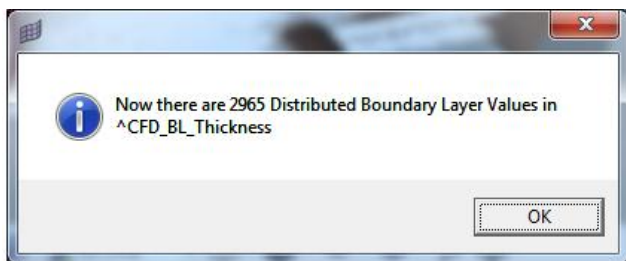

图 5-161 Generate Distributed BL Thickness Ratio
(16) 几秒钟后将有一个消息框弹出提示 ^CFD_BL_Thickness 集合中的厚度分配式边界层值，如图 5-161 所示。